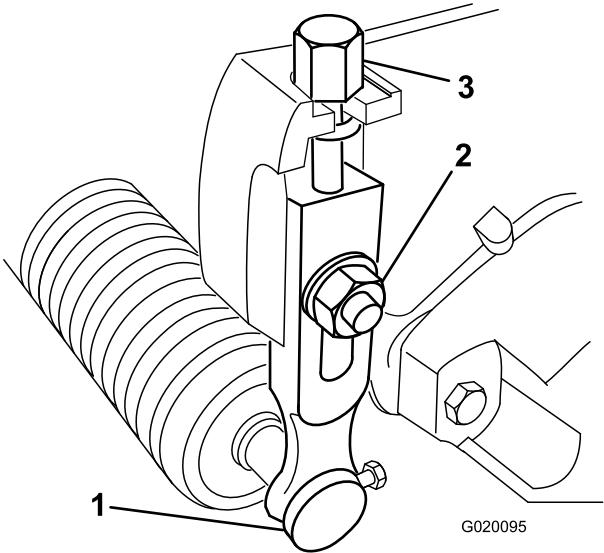

Bild 8
1. Lösen Sie die Sicherungsmuttern, mit denen die Schnitthöhenarme an den Seitenplatten der Schneideeinheit befestigt sind (Bild 8).